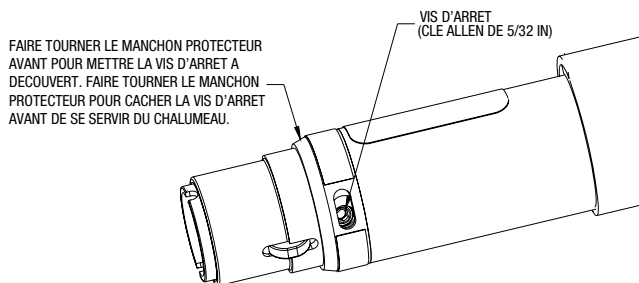

Figure 3-1: Vis de Blocage de Tube Conducteur
5. Faire tourner le manchon protecteur avant pour mettre à découvert la vis d'arrêt en acier inoxydable qui se trouve dans le bloc chalumeau. Enfoncer la clé Allen en T de 5/32 pouce fournie par l'usine dans la vis d'arrêt et tourner celle-ci à fond vers la gauche comme illustré sur la Figure 3-1.